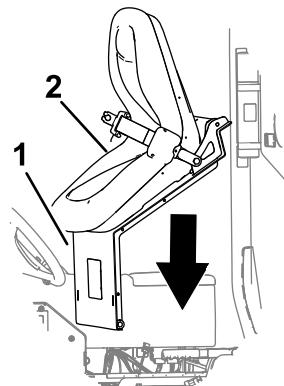

Figura 105
1. Alinee el asiento y la chapa del asiento con el chasis de la máquina (Figura 105).